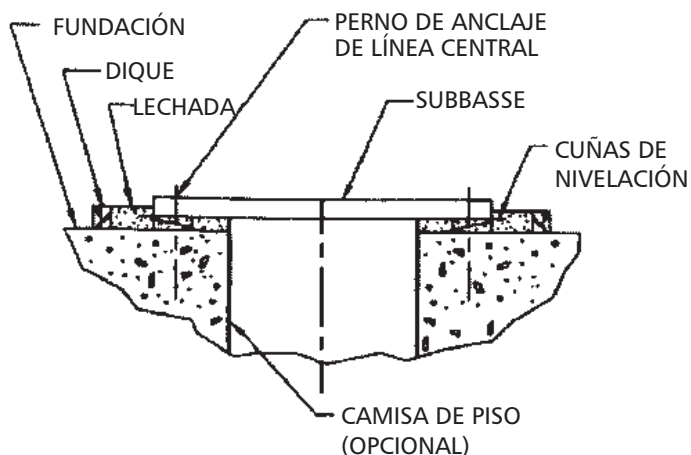

Figura 4
- A. Uso de nivelación de cuñas. La Figura 4 ilustra este método.
2. Construya un dique alrededor de la fundación (Vea la Figura 4). Moje la fundación acuciosamente.